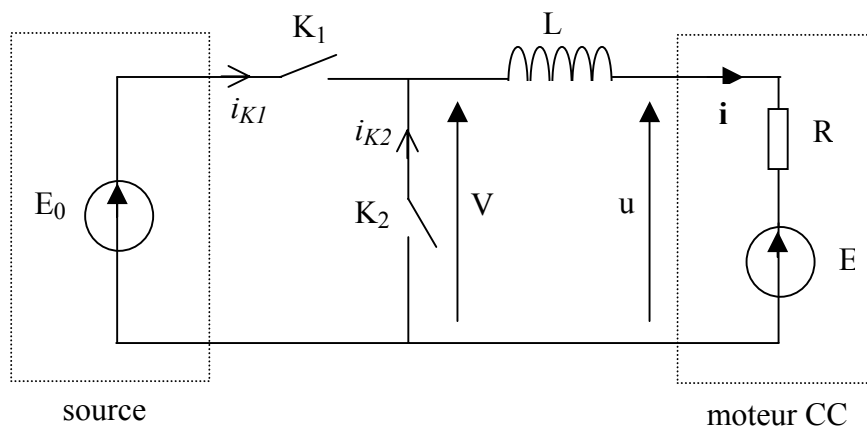

Figure 3
Pour alimenter le moteur à courant continu à partir d'une source (batteries) délivrant une tension continue fixe E_0 , on réalise le montage à deux interrupteurs K_1 et K_2 de la figure 3. Une bobine d'inductance L est placée en série avec le moteur. La résistance de la bobine est négligée.
2.2.4.1. Représenter le circuit électrique (comprenant le moteur à courant continu) qui équivaut au montage de la figure 3 dans chaque phase de fonctionnement ($0 \leq t < \alpha T$ d'une part et $\alpha T \leq t < T$ d'autre part).